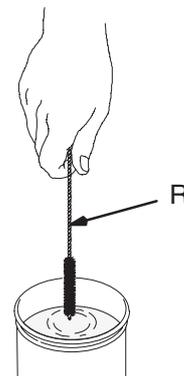

Fig. 18
5. Sumerja el casquillo de aire, la placa de retención y la boquilla de fluido en disolvente. Limpie el casquillo de aire y la boquilla de disolvente a diario, como mínimo. Utilice el disolvente y el cepillo (R) suministrados. Vea la Fig. 18. Algunas aplicaciones requieren una limpieza más frecuente. Mantenga limpios los orificios del casquillo de aire.